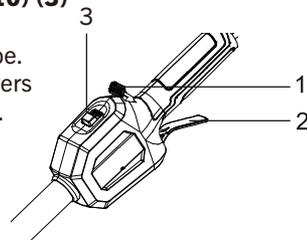

Fig. 10
1. Appuyez sur l'interrupteur de verrouillage (1) (Fig. 10).
2. Tout en continuant d'appuyer sur l'interrupteur de verrouillage, appuyez sur l'interrupteur à gâchette (2).
L'interrupteur de vitesses à deux vitesses (Fig. 10) (3)